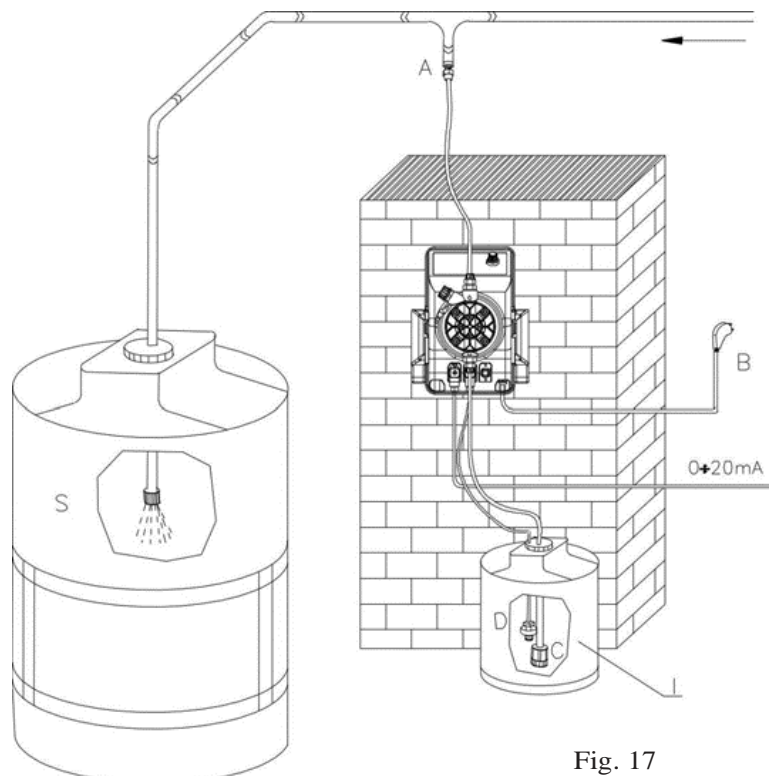

Fig. 17
8.2-ESQUEMA TÍPICO DE INSTALACIÓN (fig.17)